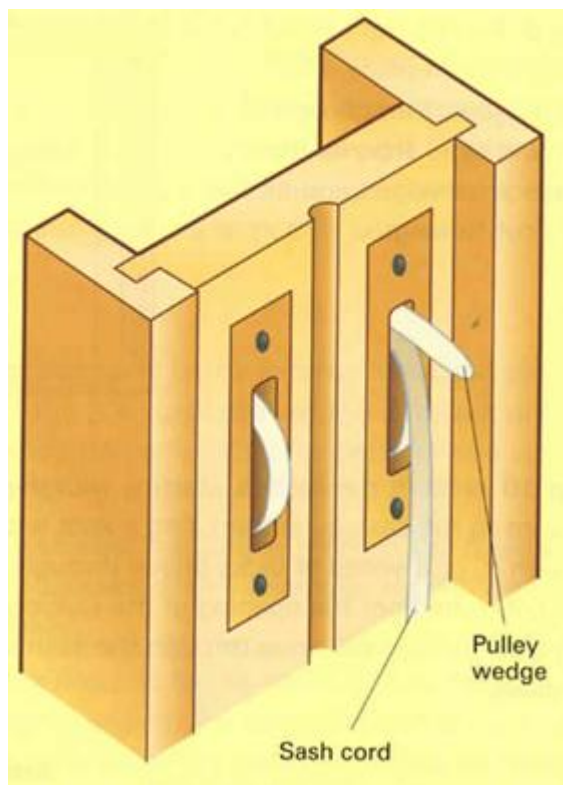

図 1 3. 7 滑車くさび (Pulley wedge)
滑車から下がってコードを引っ張り、チョーク線から上に 50mm の長さでカットする。(窓が閉じた時、重りは、箱の底側に下がり、図 1 3. 8 に示すように枠の底部から 50mm の位置で停止する。)
**ステップ8** コードの先端部分にもう一つの右側の重りを接続する。右の手前側を止め、重りは滑車のすぐ近くにあるので、再びコードを引いて、所定の位置にくさびを入れる。今回はチョーク線から 30 mm 長くなるような長さで、コードを切断する。(窓が底まで閉じられた時に、図 1 3. 8 に示すように、サッシの重りは滑車から 30 mm となる)。